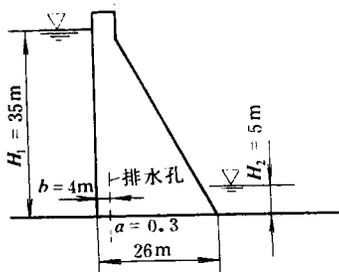

图 1-1-1 坝底扬压力计算示意图
1. 如图 1-1-1 分别无排水孔和有排水孔情况下计算坝底扬压力。